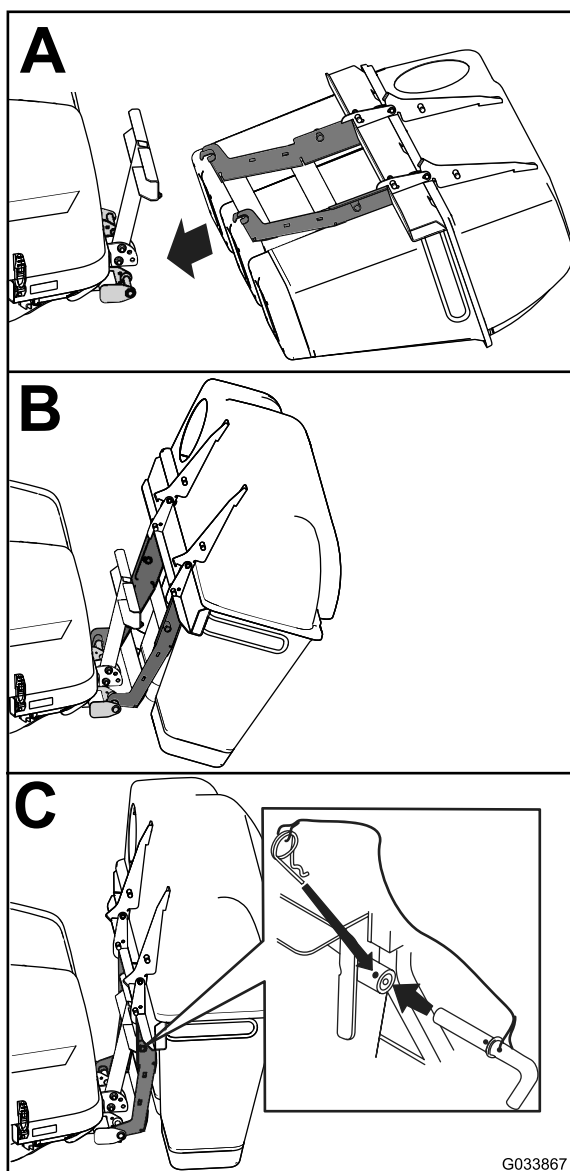

Figure 4
2. Engagez les crochets sur le support de montage inférieur (A de Figure 4).
3. Relevez le capot sur le support de fixation inférieur du bac (B de Figure 4).
4. Alignez le trou du système de ramassage et le support de montage supérieur (C de Figure 4).
5. Insérez l'axe en place et fixez-le des deux côtés avec la goupille fendue (C de Figure 4).